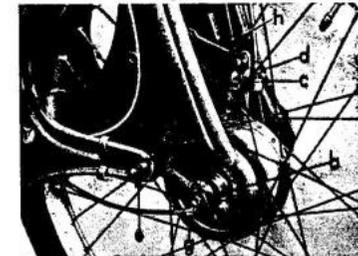

Abb. 96 Vorderrad eingebaut und Zierkappen abgenommen
2. Überwurfmutter „g“ (Abb. 96) vom Nabenantrieb für Tachometer abschrauben und Antriebswelle aus dem Nabenantrieb herausziehen.
Tach oantrieb so befestigen, daß Tachospirale — wie in Abb. 96 — leicht gekrümmt verläuft, sonst Bruchgefahr.
3. Beide Sechskantmuttern „e“ (Abb. 96)
Abstandsrohre „f“ (Abb. 96) (9,5 lg) ab-